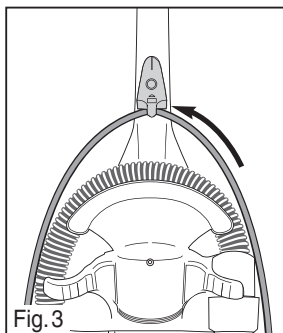

Fig. 3
- Ponga el cable en su clip (Fig. 3).